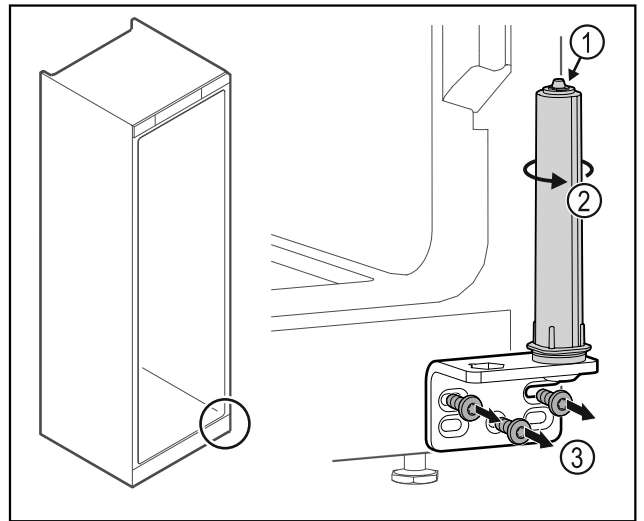

Fig. 18
- Älä pura oven sulkuyksikköä Fig. 18 (1).
- Kierrä sulkuyksikköä Fig. 18 (2), kunnes se naksahdtaa.
- Irrota saranakulma Fig. 18 (3).